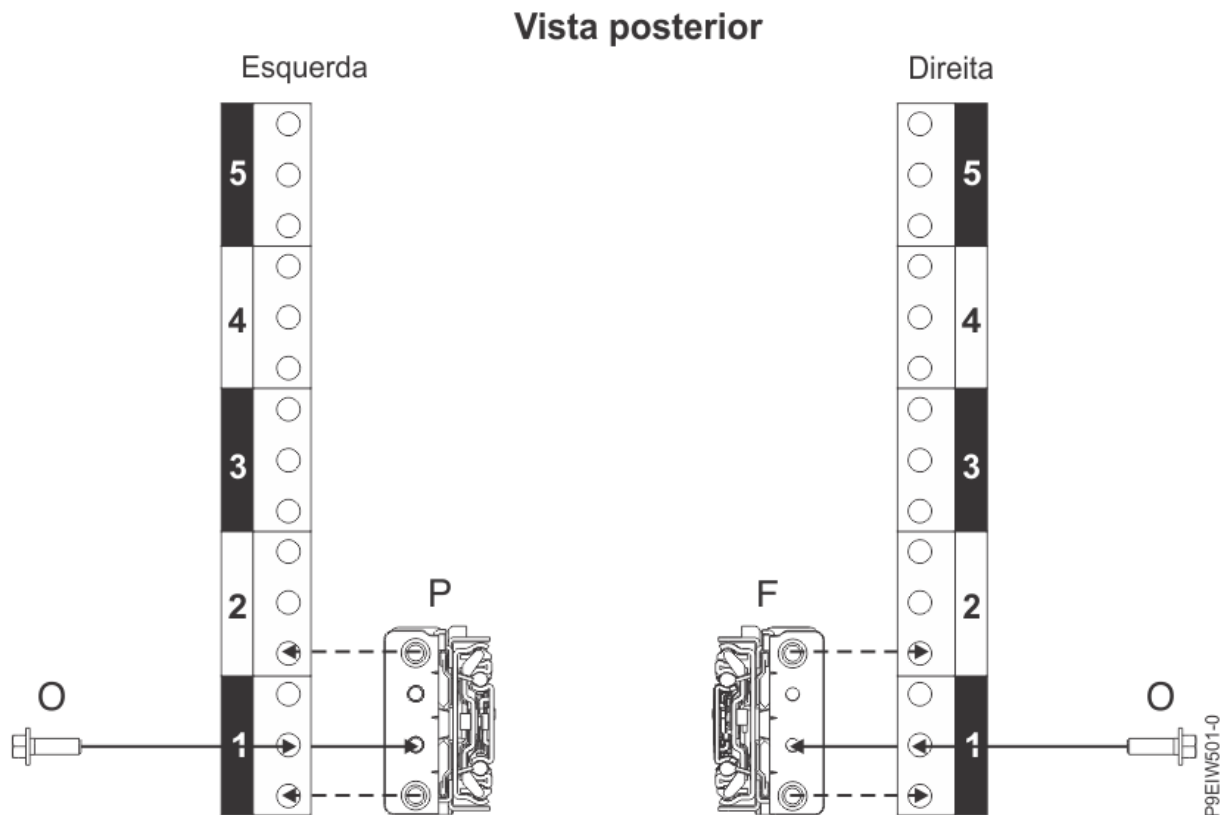

Figura 5. Conectando os trilhos deslizantes na parte traseira do rack
10. Conecte o trilho deslizante esquerdo (**B**) e o trilho deslizante direito (**C**) com um parafuso M5 x 16 mm (**A**) como mostrado na Figura 5 na página 6. Insira e aperte cada parafuso no orifício roscado deslizante de flange, localizado no orifício intermediário da unidade de rack EIA inferior.